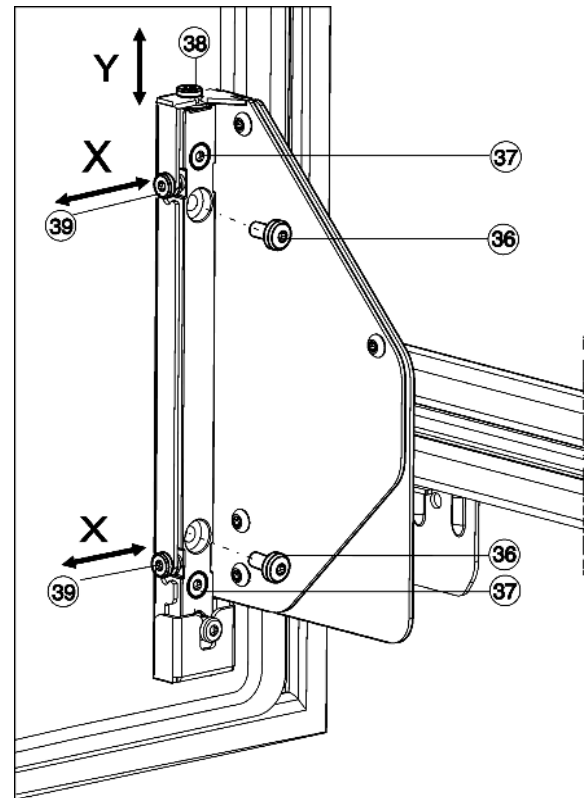

Fig. 26
- ▶ Полностью выкрутите винты Fig. 26 (36).
- ▷ Винты Fig. 26 (36) можно утилизировать, они больше не понадобятся.
- ▶ Отпустите винты Fig. 26 (37) только на 1-2 оборота.
- ▶ Вращайте регулировочный винт (38). По часовой стрелке: дверь сдвигается макс. на 4 мм вверх. Против часовой стрелки: дверь сдвигается макс. на 2 мм вниз.
- ▶ Снова затяните все винты Fig. 26 (37).
- ▶ Если винты Fig. 26 (36) ещё имеются, то выкрутите их полностью.
- ▶ Отрегулируйте установочные винты Fig. 26 (39) в зависимости от требуемого бокового направления юстировки.
- ▶ После окончания боковой юстировки снова прочно затяните винты Fig. 26 (37).